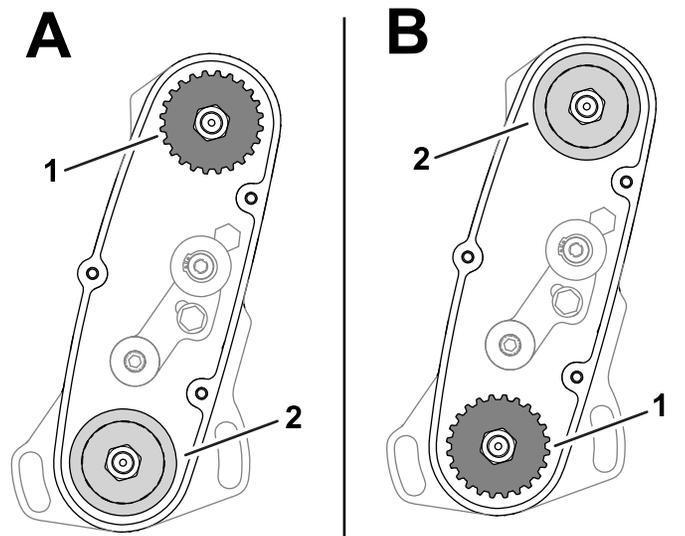

Figure 14
- Position **HAUTE** : "A" sur Figure 14
- Position **BASSE** : "B" sur Figure 14